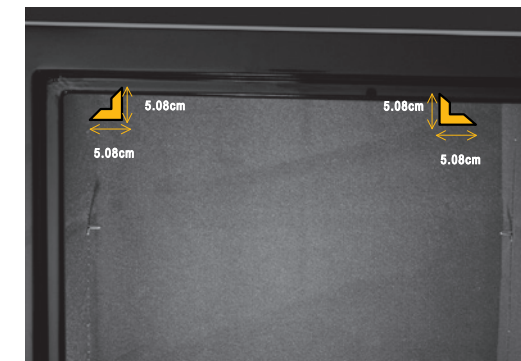

РИС. 3.
- 1) Отмерьте 5,08 см от верхнего края и от каждого верхнего внутреннего угла сейфа. Отметьте маркером эти места внутри сейфа (Рис. 3).